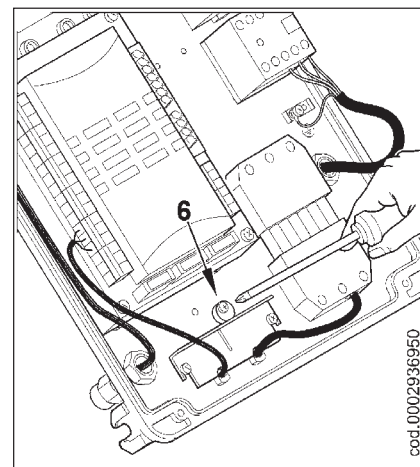

Рис. 3
- Установить на место плиту для крепления кабелей (рис. 3). Повернуть эксцентрик (6) так, чтобы плита оказывала надлежащее давление на кабели, затем затянуть винты крепления пластины. В завершение, соединить 7-штырьковый разъем и кабели управления модуляцией.